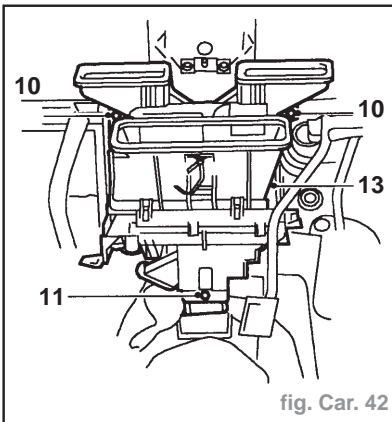

fig. Car. 42
- Enlever la vis maintenant le bloc de chauffage sur le conduit de chauffage (7).
- Enlever la vis maintenant le conduit de chauffage sur la soufflerie (8).
- Déposer le conduit du bloc de chauffage (9).
- Enlever les écrous maintenant le bloc de chauffage sur le tablier (10) (fig. Car. 42).